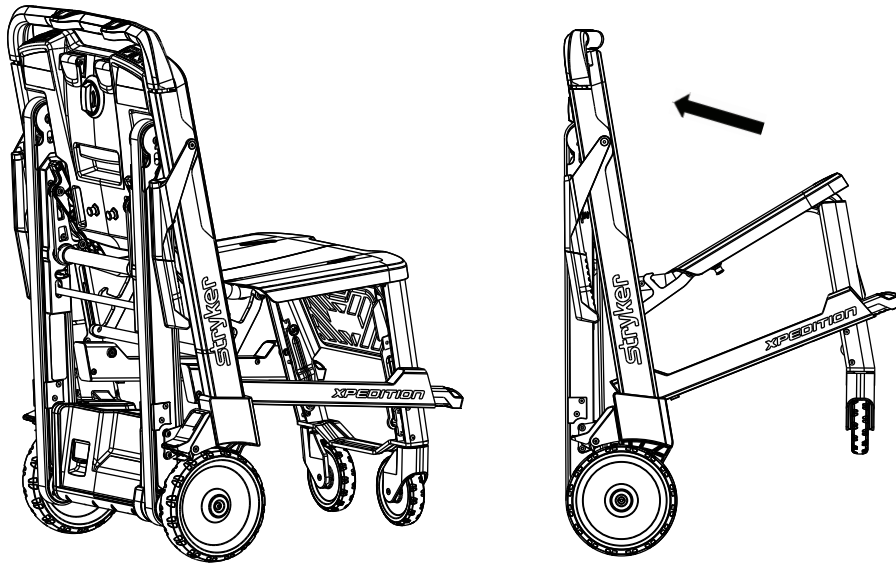

Figura 9 – Plegado de la silla
3. Pliegue el asiento hacia arriba hasta el respaldo (Figura 9).